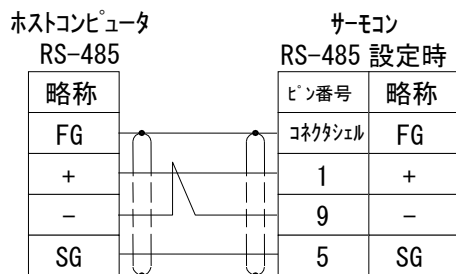
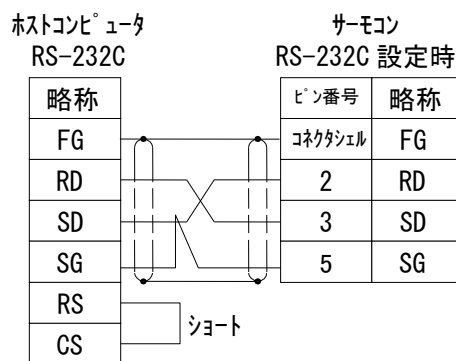

図 1-1 通信接続図(RS-485)
図 1-2 通信接続図(RS-232C)
- ①サーモコンの電源スイッチをOFFにしてください。
- ②ケーブルをサーモコンの通信コネクタ (RS-485、または RS-232C) に接続してください。
- ・ 通信の接続図を図 1-1 と、図 1-2 に示します。
- ③サーモコンの電源スイッチをONにしてください。
- ④すべてのサーモコンについて通信方式の選択を行います。詳細は取扱説明書をお読みください。
- ⑤以上で通信の準備は終了しました。これで、ホストコンピュータから通信命令があれば、各サーモコンはそれに返信します。